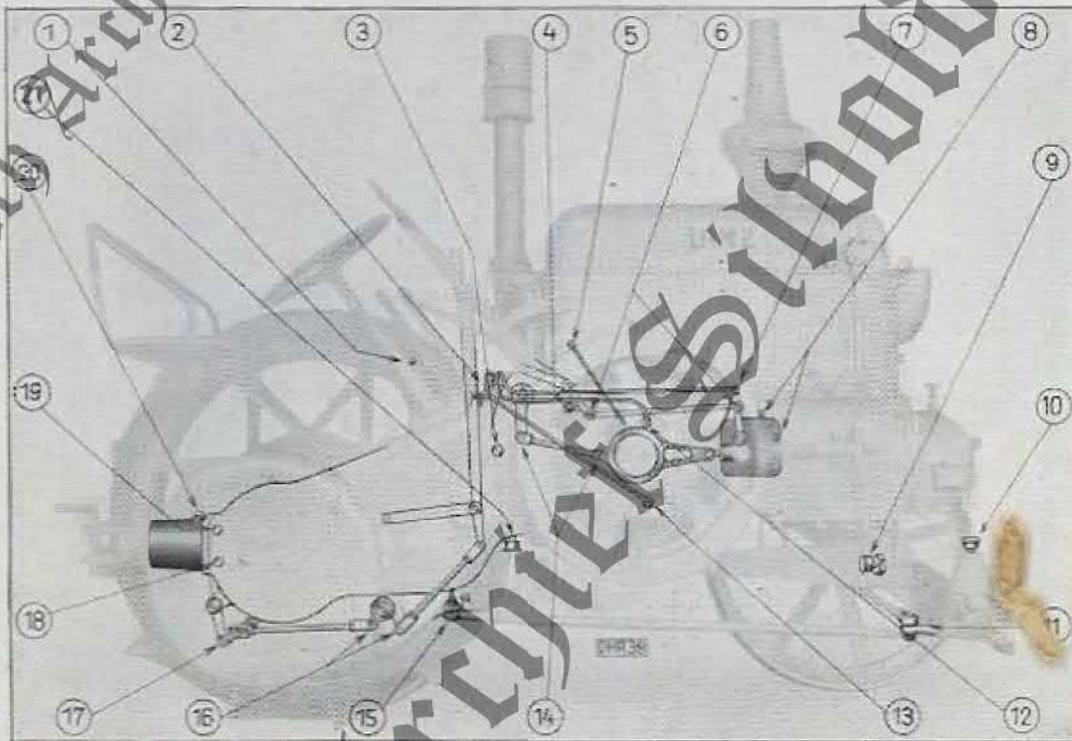
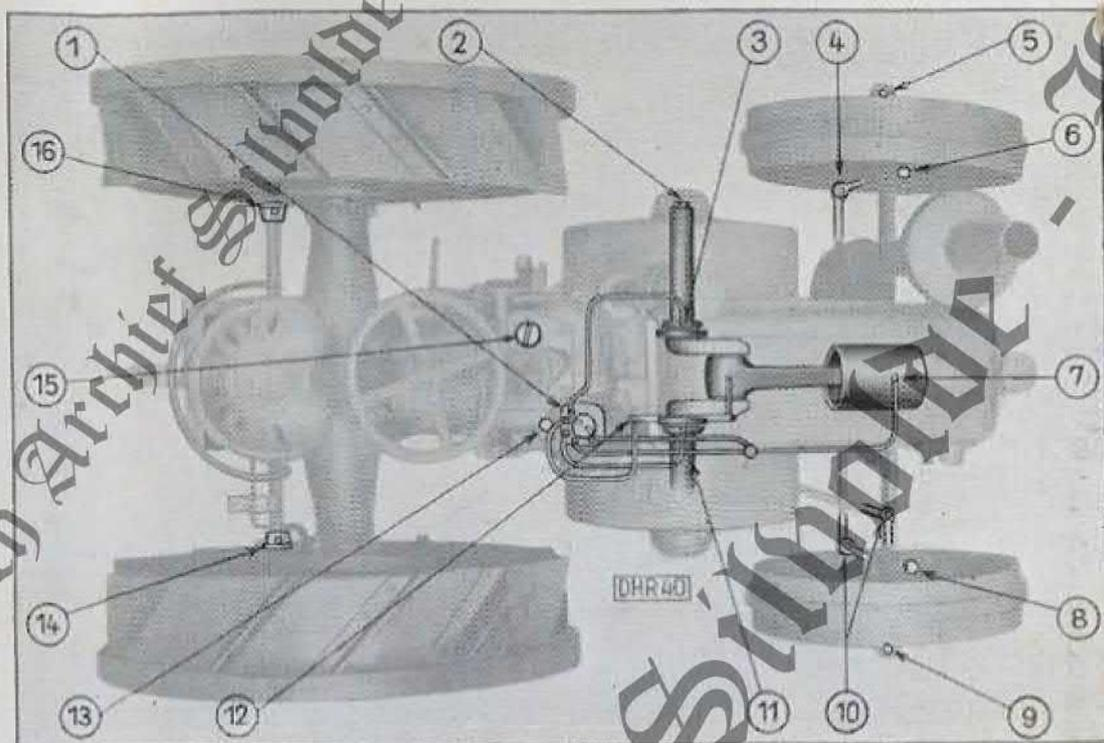

Bild 24.
Bild 25.
löst, welche am hinteren Flansch des Getriebegehäuses sitzen. Dadurch gewinnt man Zutritt zu den Getriebewellen und Rädern und kann nun alle Teile gründlich von altem Fett reinigen und mit Petroleum ausspülen. Etwa schadhaft gewordene Teile sind zu ersetzen. Vor dem Zusammenmontieren sind die Lagerstellen sorgfältig mit frischem Öl zu versehen. Die Schrauben müssen beim Zusammenbau wieder fest angezogen werden. Alsdann fülle man das Getriebegehäuse ausschließlich mit frischem Schmiermaterial bis zur oberen Kontrollschraube (siehe Nr. 19 Bild 24 Seite 41). Zur Reinigung des Kühlwasserbehälters von Schlamm — etwa alle 4 Monate — entferne man den Brennstoffbehälter. Für eine gründliche Reinigung und Entfernung des Kesselsteins — einmal im Jahr — muß auch der unterste Deckel, an welchem die Vorderachse des Schleppers liegt, geöffnet werden. Die Kesselsteinkrusten im Behälter selbst und auf dem abgenommenen Deckel können dann durch ganz leichte Schläge mit einem kleinen spitzen Hammer abgeklopft oder mit einem Schaber abgekratzt werden.
**Von besonderer Wichtigkeit für das gute Arbeiten und die Lebensdauer des Großbulldogs, wie einer jeden Maschine, ist eine sorgfältige Schmierung.** Das Schmieren der wichtigsten Teile des Motors selbst wird automatisch durch den Oelapparat besorgt. Diese wichtigsten Schmierstellen sind auf Bild 24 Seite 41 mit Nr. 7, 12, 13 und auf Bild 25 Seite 43 mit Nr. 3, 7, 11 und 12 bezeichnet.
Alle anderen beweglichen Teile und Gelenke des Schleppers müssen von Hand mit Oel oder Fett versehen werden; dabei sind die Schmierstellen vor dem Oelen in ihrer Umgebung sorgfältig zu reinigen, damit Oel oder Fett sand- und staubfrei an die betreffenden Stellen gelangt. Wie oft die einzelnen Schmierstellen mit Oel oder Fett zu versehen sind, ist aus der Beschreibung zu Bild 24 und Bild 25 ersichtlich.
Von den auf Bild 24 und 25 mit Nummern bezeichneten Schmierstellen sind zu schmieren:
**mit Oel:** die Lenksäule; 1 Drehöler (1, Bild 24) — die Drosselung; 2 Drehöler reichlich mit Oel versehen (8, Bild 24) — das lose Exzenter (5, Bild 24); am besten während des Ganges der Maschine — die Gelenke für Oelerantrieb (14, Bild 24);
die Kupplung; 1 Füllschraube (2, Bild 25) — die beiden Achsschenkel; 2 Fettbüchsen kräftig nachziehen und wenn leer, von neuem mit hochwertigem Fett füllen (10, Bild 24; 6 und 8, Bild 25) — die erste Getriebewelle; 1 Fettbüchse auf der linken Seite der Maschine nachziehen und wenn leer, füllen (21, Bild 24);
der Vorderachsbolzen; 1 Fettbüchse nachziehen und wenn leer, füllen (9, Bild 24).
**mit Oel:** das Kupplungsgestänge (4, Bild 24) — Gestänge des Brennstoffhebels (6, Bild 24) — das Bremsgestänge (16, Bild 24) — Bremsausgleich (17, Bild 24) — die beiden Bremslager; je ein Drehöler (14 und 16, Bild 25);
die Naben der Vorderräder; je eine Verschlussschraube (5 und 9, Bild 25);
die Gelenke am Steuerungsgestänge (11 und 15, Bild 24, 4 und 10, Bild 25).
das Getriebegehäuse füllen (15, Bild 25);
füllen (20, Bild 24).
Der Oelapparat (1, Bild 25) ist täglich mit Motorenöl
aufzufüllen; durch Oeffnung der Schraube 3 (Bild 24) kann
des Kontrollstiftes oder Oelpegels (13, Bild 25) stets nach-
durch die Kontrollschrauben 18 und 19 (Bild 24) geprüft